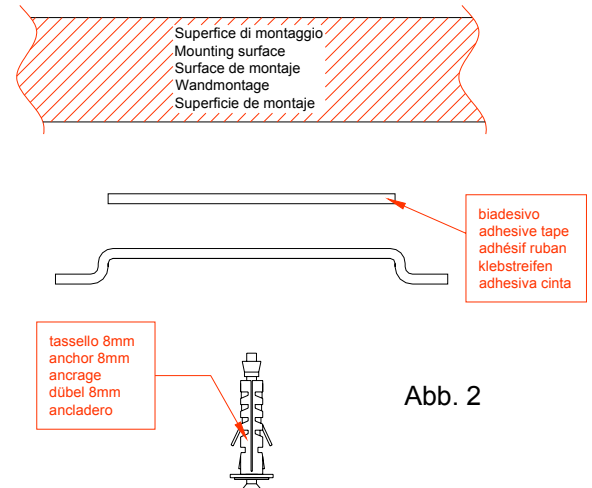

Abb. 2
- Den Metallbügel mit der mitgelieferten Schraube fixieren, wie in Abb. 2 gezeigt;